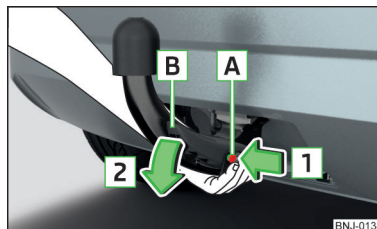

Abb. 255
- › Die Kugelstange von unten fassen » Abb. 255.